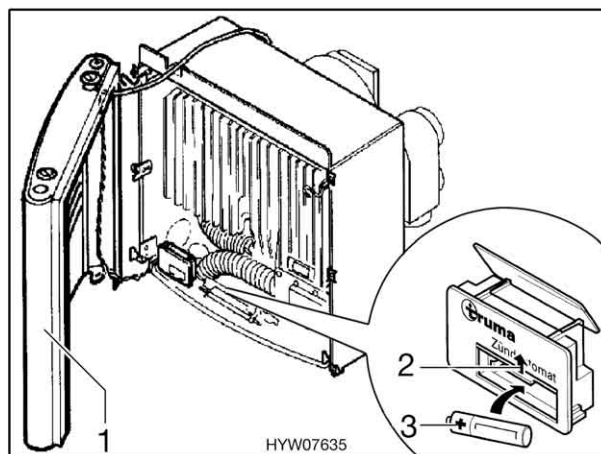

Fig. 80 Riscaldamento acceso
- Posare da un lato la copertura (Fig. 80,1) di modo da non dover estrarre il cavo di allacciamento per la ventola dell'aria calda e per la lampadina di controllo accensione.
- Spingere la copertura del vano batteria (Fig. 80,2) verso l'alto.
- Inserire una nuova batteria (Fig. 80,3) dello stesso tipo rispettando la polarità (+/-). Utilizzare soltanto batterie Mignon resistenti alle alte temperature (+70 °C) e sicure da perdite.